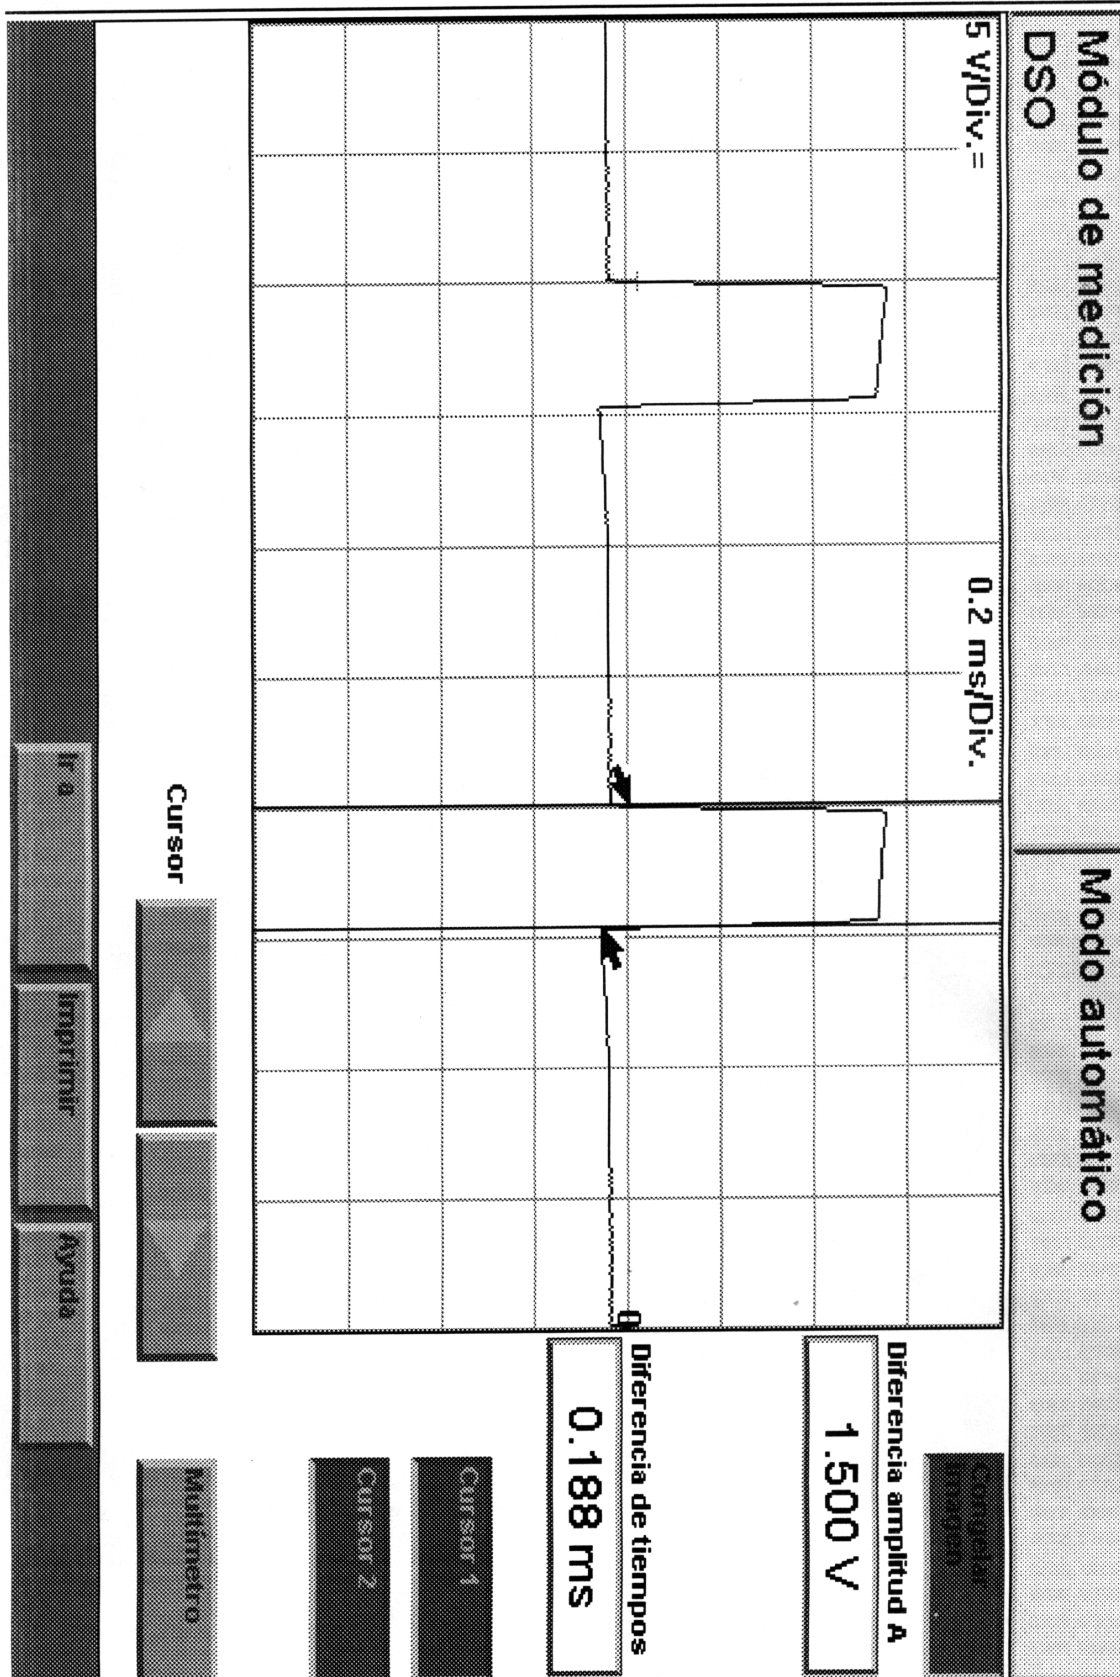

FIG 2
1.000 rpm: 0'188 ms **Ver fig 2**